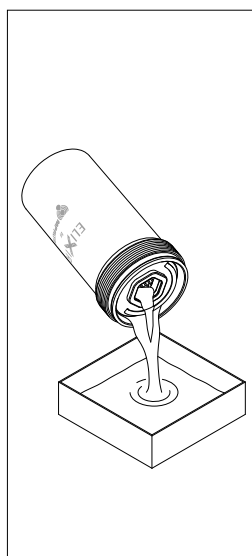

fig. 10
- (Fig. 10) Svuotare il fluido di lavoro dal contenitore al recipiente di raccolta